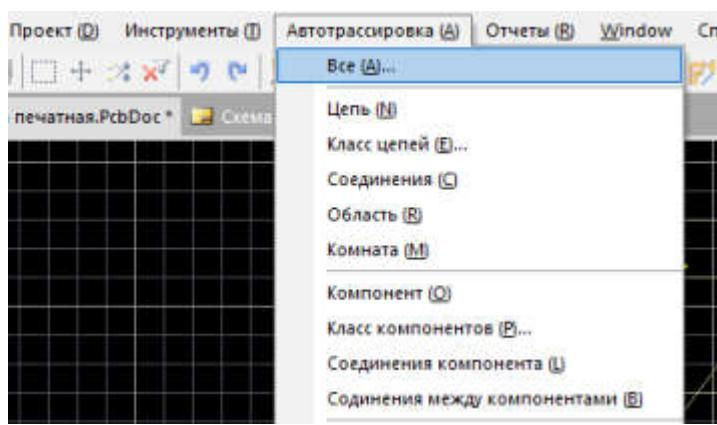

Рис.25.
2. Автоматическая трассировка. Для того, чтобы произвести автоматическую трассировку, выполним команду Автотрассировка / Все. (рис. 25).